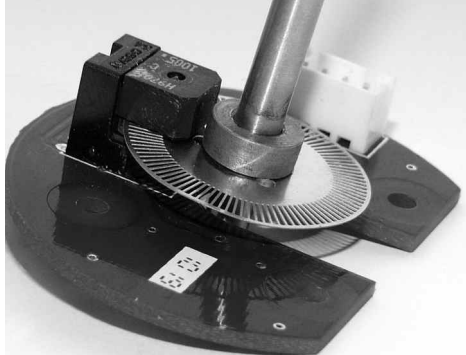

Рисунок 1
4.2 В корпус генератора вмонтирована ось вращения из нержавеющей стали 08Х18Н10Т, на которой закреплен тонкий металлический диск. На диске по кругу на равном расстоянии выполнены сто небольших прямоугольных прорезей. Плоскость диска расположена между приёмной и передающей частями оптопары (рисунок 1).